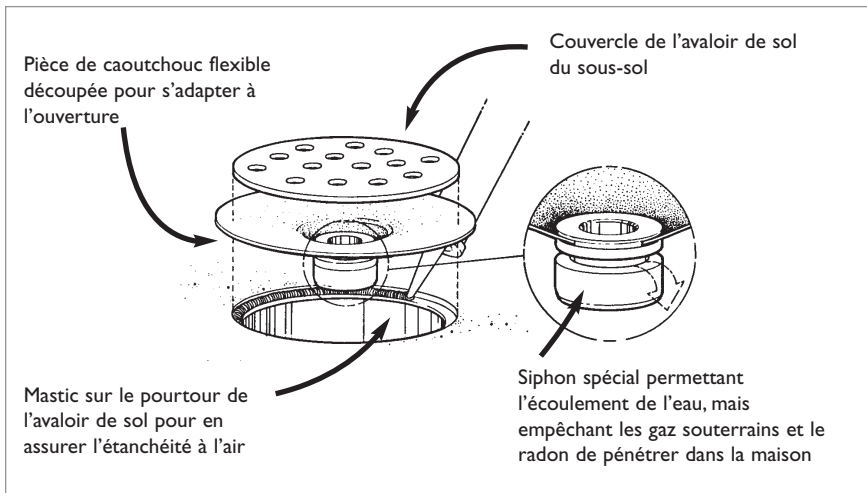

Figure 9 : Siphon pour avaloir de sol existant
- **Avaloirs de sol.** Les avaloirs de sol dans le sous-sol peuvent être munis de siphons-obturbateurs qui permettent à l'eau de s'écouler mais font obstacle à l'infiltration du radon dans le sous-sol (*voir* la Figure 9). Ces dispositifs ne peuvent cependant pas faire office de clapets de retenue pour le système d'égout.